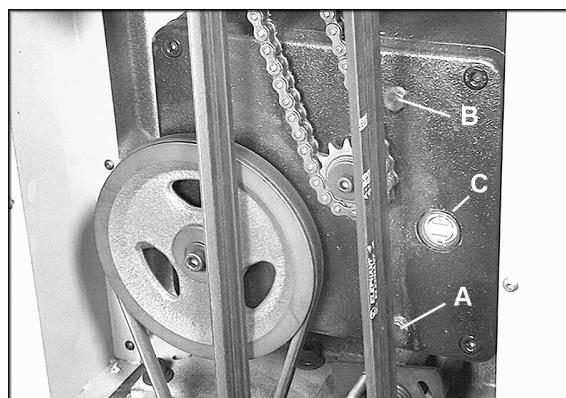

Рис. 20
Масло в коробке скоростей необходимо менять не реже одного раза в год. Открутите сливную пробку (A, рис. 20), чтобы слить отработанное масло в соответствующий контейнер. Снимите сливную пробку и заполните коробку скоростей 3 л. трансмиссионного масла через заливную горловину. Через смотровое стекло (C) следует периодически проверять уровень масла и при необходимости его доливать. Всегда затягивайте крышку заливной горловины, когда заканчиваете замену или долив масла.